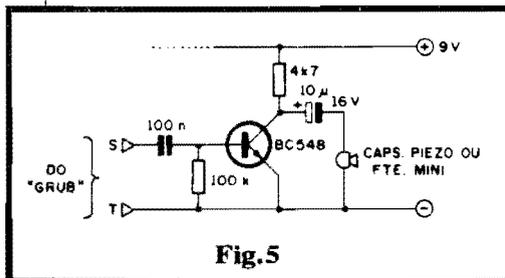
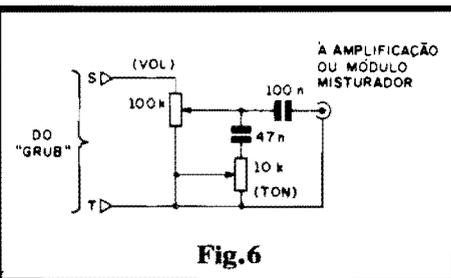
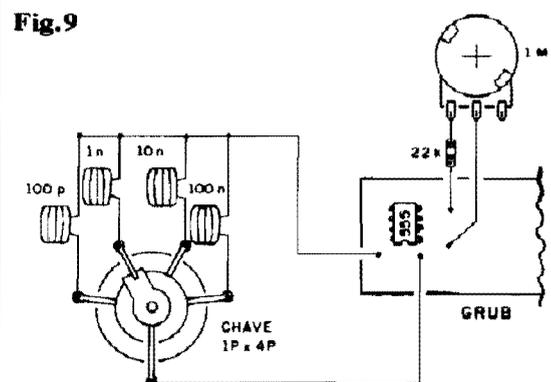

Fig.5
Fig.6
Fig. 9
- FIG. 5 - OUVINDO O "RUIDO BRANCO"... - O mais elementar módulo para amplificação/audição direta dos sinais gerados pelo GRUB, tem seu esqueminha super-simples mostrado na figura... Como a demanda de Corrente será ainda muito baixa, nada impede que a mesma bateriazinha de 9V usada para energizar o próprio GRUB seja também aplicada na alimentação do módulo mostrado... Na transdução final, tanto servirá uma cápsula piezo (cristal) como um pequeno alto-falante... Quem quiser ter uma melhor "visão" da "brancura do ruído", poderá também acoplar, na saída (entre o terminal **negativo** do eletrolítico de 10u e a linha de "terra"...) um fone de ouvido, de qualquer impedância entre 8 ohms e 64 ohms... (o ruído soará bem "bravo", nesse caso...). O módulo mostrado não permite controles, atenuações ou modificações de faixa tonal, e assim o Lei-
- FIG. 6 - ADICIONANDO CONTROLES À SAÍDA DO GRUB - O sinal básico gerado pelo GRUB é "flat", uniforme e constante em seu nível e distribuição equitativa das faixas tonais (não há ênfases - aliás porque isso constitui a própria definição de "ruído branco"... - nos graves ou nos agudos, etc.). Para um perfeito aproveitamento na simulação de sons "naturais" (vento, chuva, mar, etc.), torna-se necessária uma certa "ondulação", uma variação periódica e mais ou menos aleatória (ainda que lenta, em alguns casos...) desses parâmetros... Tais variações podem, perfeitamente, serem promovidas por controles manuais (potenciômetros), conforme sugere o pequeno diagrama, que inclui um controle de nível (volume) e um de tonalidade. O conjunto deve ser acoplado à saída do GRUB (pontos "S-T"), ficando entre este e o bloco seguinte, seja um misturador, seja um amplificador de Potência, seja uma Entrada de Gravação, etc. Para uma atenuação confortável (já que é o próprio operador quem dará o "ritmo" da simulação, do "ondular" de tons que simula o vento, por exemplo...) recomenda-se que os potenciômetros sejam do tipo deslizante, de curso longo, proporcionando assim uma boa gama "física" para os controles... Se o Leitor/Hobbysta pre-
tender experimentar os controles, ouvindo previamente a sua atuação, nada impede que o módulo proposto na fig. 6 seja intercalado entre o GRUB e o módulo de "audição" direta, cujo diagrama vimos na fig. 5... Se o arranjo apresentar seu sinal final num fone de ouvido, será possível analisar e perceber bem as possibilidades do GRUB...
- FIG. 9 - AMPLIANDO OS LIMITES DO GRUB - Como a faixa de manifestações final do módulo básico é determinada unicamente pelos dois componentes passivos (no esquema da fig. 1, o resistor de 39K e capacitor de 100p), para ampliar-se bastante a dita faixa basta "bolarmos" uma maneira prática de tornar variáveis ou ajustáveis os valores dos citados componentes! O arranjo proposto na fig. 9 parece-nos ideal, com uma chave rotativa de pelo menos 4 posições (1 polo), inserindo diversas opções de capacitância (os valores lá indicados serão meras sugestões...), enquanto que um conjunto resistor fixo/potenciômetro permite a variação no valor resistivo (também aí, os valores propostos são apenas sugestões...). Para facilitar as
coisas, mostramos como os dois arranjos ajustáveis/variáveis são ligados à plaquinha básica do GRUB (obviamente que o resistor original de 39K, o mesmo acontecendo com o capacitor original de 100p, não mais ficam nos seus lugares, substituídos que são pelos conjuntos propostos...). Se a idéia da fig. 9 for "casada" com a aplicação do módulo de controle sugerido na fig. 6, o Leitor/Hobbysta terá um completo conjunto gerador, extremamente versátil e que, inteligentemente manipulado (requer um pouco de prática, mas não é nada complicado...) poderá "imitar" uma infinidade de ruídos da natureza ou "gerados pelo homem"... Do som da chuva até ao barulho irregular de um motor de trator, do rugido da multidão num estádio de futebol, até o "bate-bate" de um pica-pau num tronco de árvore, quase "tudo" poderá ser "encontrado" dentro das possibilidades dos controles...!